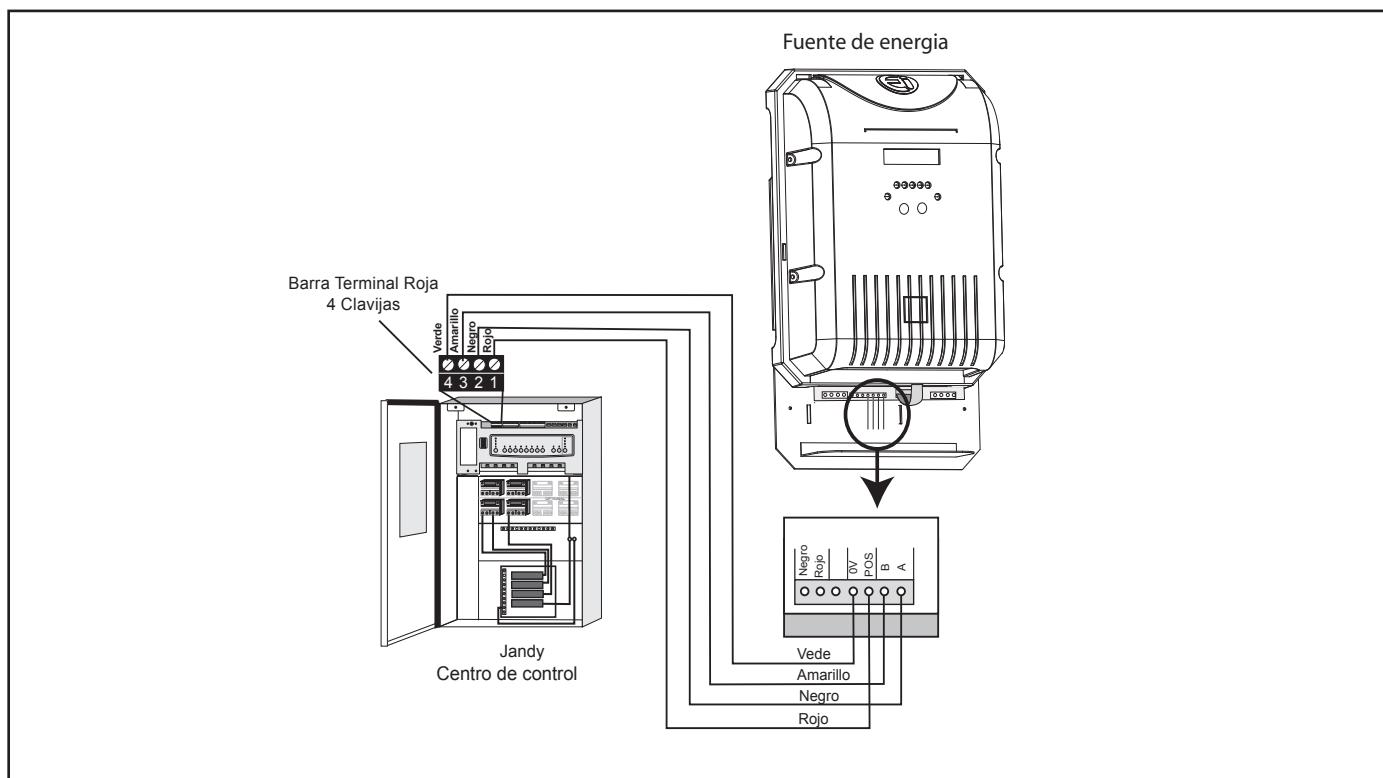

Figura 21. Comunicación del cableado entre el suministro de energía y el AquaLink RS o la red PDA
7. El Jandy AquaLink® RS o PDA y la fuente de energía utiliza un cable de cuatro (4) conexiones para comunicación y se pueden conectar hasta 152,4 m (500 pies) de distancia. Todo cable conductor para el exterior, de un mínimo 0.33 mm² (#22 AWG), puede ser utilizado. Localice los tornillos de terminales apropiados en la placa de circuito y conecte la fuente de energía del AquaLink RS o barra terminal roja de 4-pin del PDA (ver figura 21).